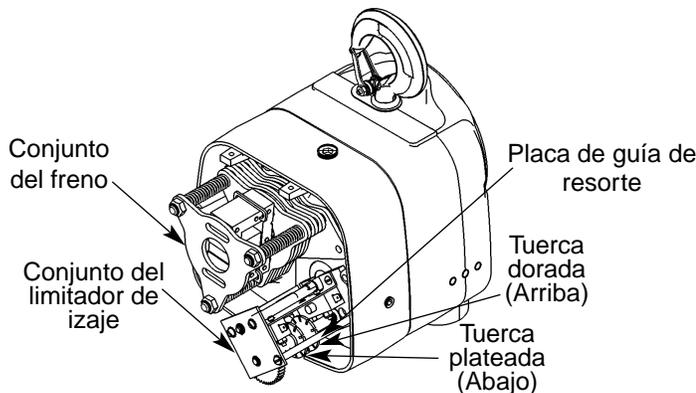

Figura 5 - Conjunto del freno y limitadores de izaje
Vea la Figura 5.
2. Retire el panel eléctrico sacando los tornillos separadores (vea las Figuras 14 y 15). El limitador de izaje y el freno estarán ahora accesibles, como se muestra en la Figura 5.